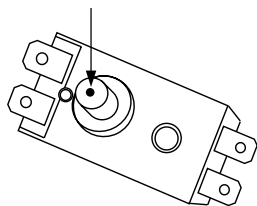

Рис. 10
- нажать до щелчка кнопку, расположенную по центру термовыключателя (см.рис.10);